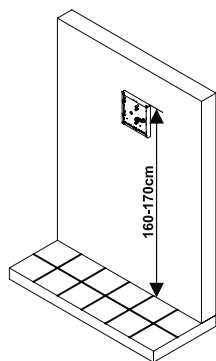
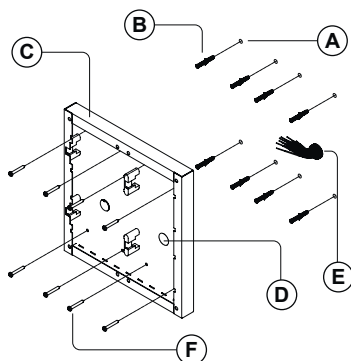

fig. 1
fig. 2
1. Place the surface box against the wall (165-170cm between the top of the box and the floor level as shown in **Fig. 1**) and mark the fixing holes for the wall plugs and the hole for the cables **(E)** (**fig. 2**). Observe the orientation of the box with the hinge on the left;
2. As shown on **Fig. 2**, drill the fixing holes **(A)**, insert the wall plugs **(B)** and feed the cables **(E)** through the surface box opening **(D)**, fix surface box **(C)** to the wall using the screws **(F)**;
1. Protect the module support frame fixing holes from dust then embed the back box into the wall (165-170cm between the top of the box and the floor level as shown on the **Fig. 1**) feeding the cables **(E)** (**Fig. 2**) through a previously opened hole in the box. Observe the direction of the box ensuring the hinge is on the left and take care that the box profile is in line with the finished wall profile;
1. Appoggiare la scatola da superficie alla parete (ci devono essere 165-170 cm tra la parte alta della scatola e il terreno come mostrato in Fig.1) e prendere i riferimenti per i fori di fissaggio tenendo conto che il gruppo di fili **(E)** (Fig. 2) deve attraversare il foro **(D)** (Fig. 2) della scatola da superficie. Se non indicato, il verso della scatola deve essere tale da lasciare la cerniera a sinistra;
2. Come mostrato in Fig. 2, realizzare i fori di fissaggio **(A)**, inserire all'interno dei fori gli stop **(B)** e, facendo passare i cavi di collegamento **(E)** attraverso il foro **(D)**, fissare la scatola da superficie e alla parete utilizzando le viti **(F)**;
1. Dopo aver opportunamente protetto i fori di fissaggio del supporto moduli, murare la scatola da incasso (lasciare 165-170cm tra la parte alta della scatola e il terreno) facendo passare il gruppo di fili **(E)** (Fig. 2) attraverso uno dei fori (precedentemente aperto) sul fondo della scatola. Se non indicato sul fondo della scatola, il verso deve essere tale da far rimanere la cerniera a sinistra. Fate attenzione affinché la scatola venga murata a filo muro finito;
1. Poser le boîtier de surface au mur (il doit y avoir 165-170 cm entre la partie haute du boîtier et le terrain, comme illustré sur la Fig. 1) et prendre les références pour les trous de fixation en tenant compte que le groupe de fils (E) (Fig. 2) doit traverser le trou (D) (Fig. 2) du boîtier de surface. Si le sens du boîtier n'est pas indiqué, la charnière doit être à gauche ;
2. Comme illustré sur la Fig. 2, réaliser les trous de fixation (A), insérer à l'intérieur des trous les stops (B) et, faisant passer les câbles de raccordement (E) à travers le trou (D), fixer le boîtier de surface au mur en utilisant les vis (F) ;